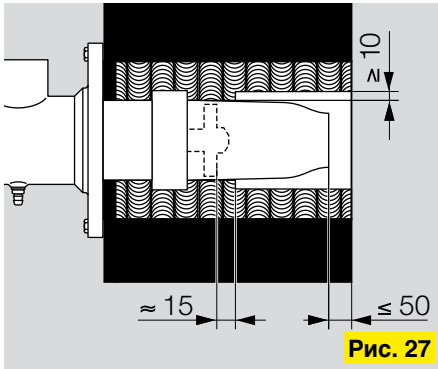

Рис. 27
Beim BIC(A) muss vor dem Brennerkopf zwischen Keramikrohr und Isolierung ein Spalt von mindestens 10 mm eingehalten werden (Fig. 27). Ein zusätzliches Isolierrohr aus Feuerfest-Leichtbeton oder Pyrostop erleichtert den Einbau.
On the BIC(A), there must be a gap of at least 10 mm in front of the burner head between ceramic tube and insulation (Fig. 27). An additional insulating tube made of refractory lightweight cement or Pyrostop simplifies installation.
У горелок типа BIC(A), ZIC перед головкой горелки между керамической трубой и изоляцией должен быть зазор минимум 10 мм (Рис. 27). Применение дополнительной изоляционной трубы из жаропрочного лёгкого бетона или Pyrostop облегчает монтаж горелки.